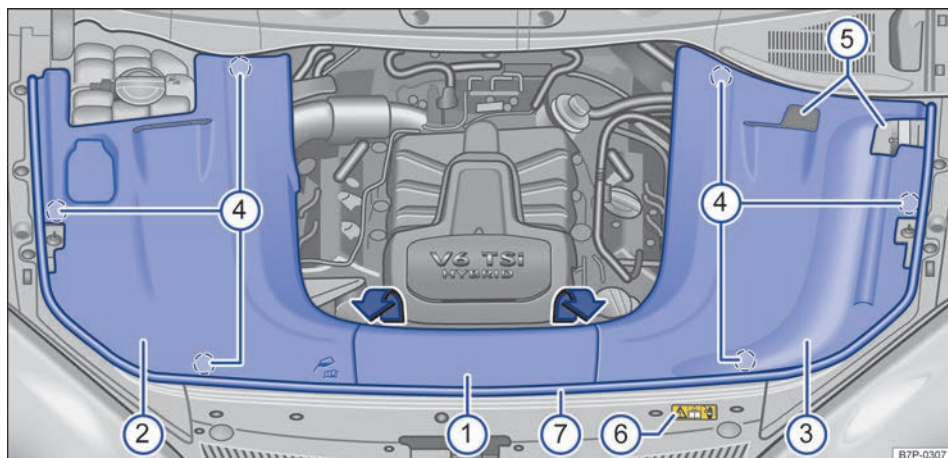

Fig. 265 Con el capó del motor abierto: cubierta del vano motor.
Leyenda de la fig. 265:
- ① Cubierta central
- ② Cubierta derecha
- ③ Cubierta izquierda
- ④ Alojamientos
- ⑤ Orificios para las tomas para la ayuda de arranque
- ⑥ Letrero de advertencia general de alto voltaje.
- ⑦ Junta del vano motor
Las cubiertas del vano motor → fig. 265 ① y ③ se tienen que desmontar en los siguientes casos:
Las cubiertas del vano motor → fig. 265 ① y ② se tienen que desmontar en los siguientes casos:
- Tire de la cubierta → fig. 265 ① en el sentido de la flecha presionando la junta del vano motor ⑦ ligeramente hacia un lado.
- Tire de la cubierta ② hacia arriba presionando la junta del vano motor ⑦ ligeramente hacia un lado.
- Tire de la cubierta izquierda ③ hacia arriba presionando la junta del vano motor ⑦ ligeramente hacia un lado.
Presione hacia abajo con cuidado todos los componentes de la cubierta del vano motor por la zona de los puntos de fijación correspondientes → ①. Antes del montaje, asegúrese de que los topos de goma estén colocados correctamente en los alojamientos → fig. 265 ④. ▶
- Introduzca la cubierta izquierda → fig. 265 ③ debajo de la junta del vano motor → fig. 265 ⑦ y presiónela en los alojamientos → fig. 265 ④ hasta que encastre.
- Introduzca la cubierta derecha → fig. 265 ② debajo de la junta del vano motor → fig. 265 ⑦ y presiónela en los alojamientos → fig. 265 ④ hasta que encastre.
- Monte la cubierta central → fig. 265 ① en los orificios en el sentido contrario al de la flecha, introdúzcala debajo de la junta del vano motor → fig. 265 ⑦ y presiónela hacia abajo hasta que encastre.